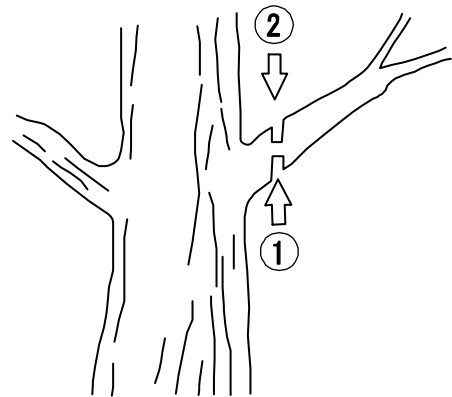

Fig.3-5
- Om een dikke tak die dikker is dan 10 cm in diameter door te snijden, doe het volgende: (Fig.3-5)
1. Duw lichtjes op de bovenzijde van de geleider tegen de onderzijde van de tak vlakbij de boomstam. Doe het snijwerk onderin (1) tot op een diepte van ongeveer 1/4 diameter van de tak.
2. Doe het snijwerk achter (2) bovenop de tak, tot ongeveer 2 à 3 cm verwijderd van het snijwerk onderin. Als de tak gevallen is, snijdt dan de resterende delen naast de boomstam eraf.